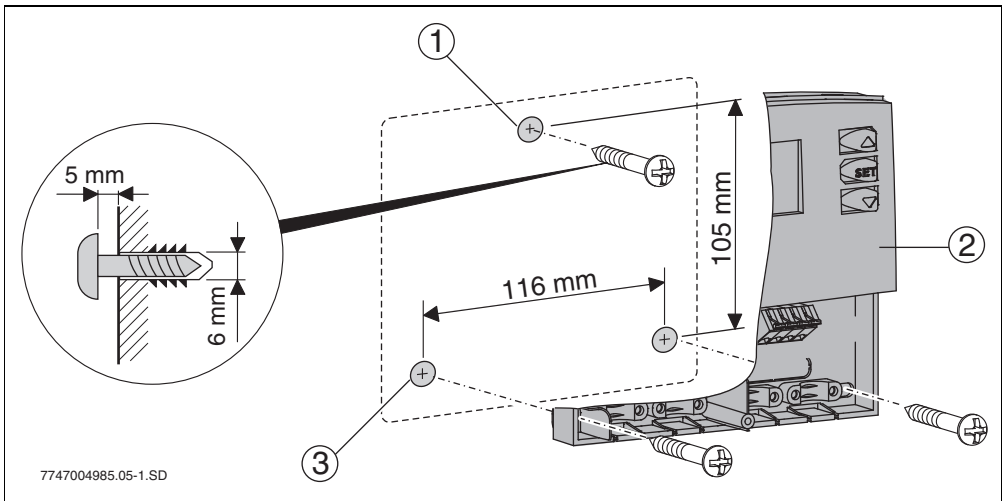

Bild 5 Wandmontage des Reglers
- Oberes Befestigungsloch (→ Bild 5, Pos. 1) bohren und beiliegende Schraube bis auf 5 mm eindrehen. Schraube unten am Regler lösen und Deckel abziehen. Regler an Gehäuseaussparung aufhängen. Untere Befestigungslöcher (→ Bild 5, Pos. 2) anzeichnen, Löcher bohren und Dübel einsetzen. Regler ausrichten und an den unteren Befestigungslöchern links und rechts festschrauben.